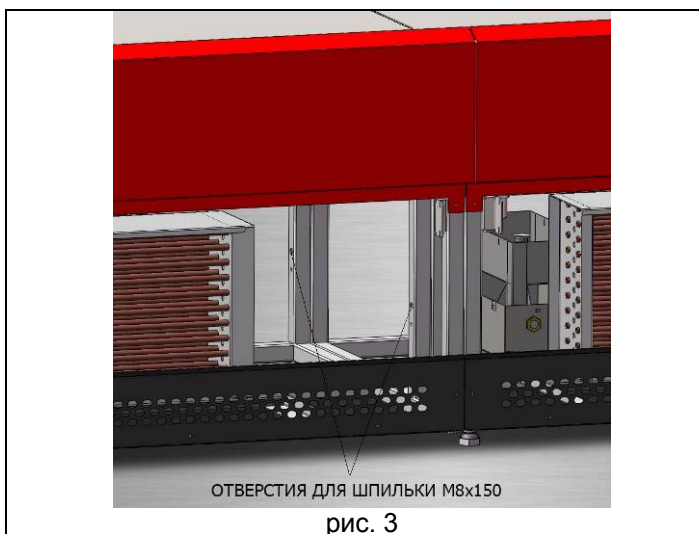
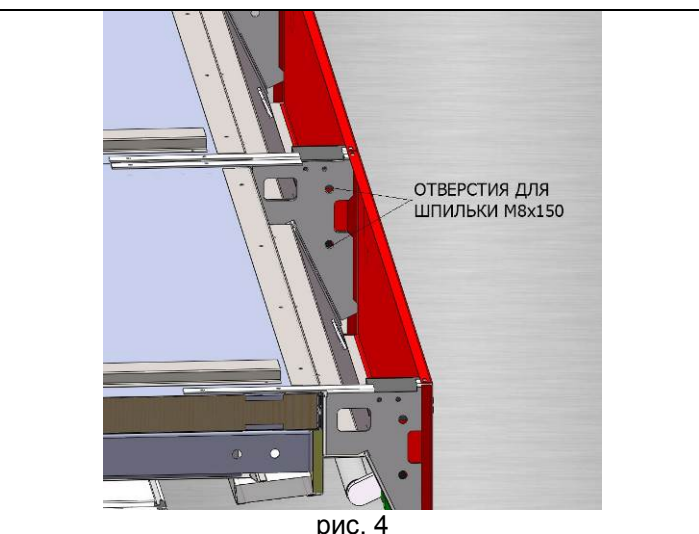

рис. 3
рис. 4
3. Стянуть стыкуемые витрины через два отверстия в опорных базах и два отверстия в кронштейне козырька с помощью шпилек M8X150, шайб 8 и гаек M8, входящих в соединительный комплект (рис.3, рис.4).